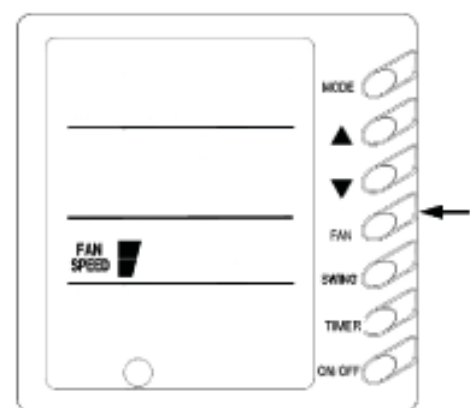

Рис. 3
2) Изменение скорости вентилятора (рис. 3)